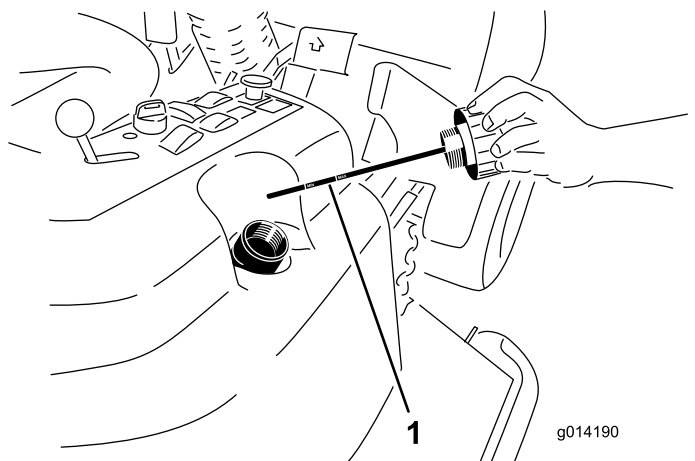

Figura 76
4. Retire el tapón de llenado de fluido hidráulico (Figura 76) del cuello de llenado.
5. Retire la varilla y límpiela con un paño limpio (Figura 76).
6. Introduzca la varilla a fondo en el cuello de llenado; luego retírela y compruebe el nivel del fluido (Figura 76).